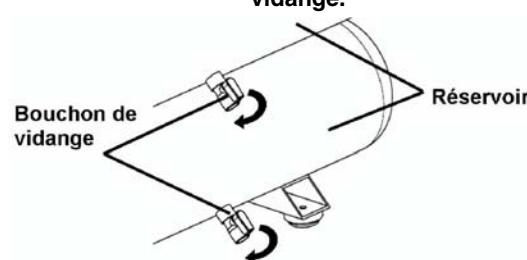

Fig.7
- (2) Débrancher la fiche de la source d'alimentation.
- (3) Ouvrir le bouchon de vidange qui se trouve sous la partie inférieure du réservoir (Fig. 7).
Vidanger le réservoir tous les jours ou toutes les 4 heures d'utilisation. Ouvrir le robinet de vidange et incliner le compresseur pour vider l'eau qui s'est accumulée (Voir Fig.7).